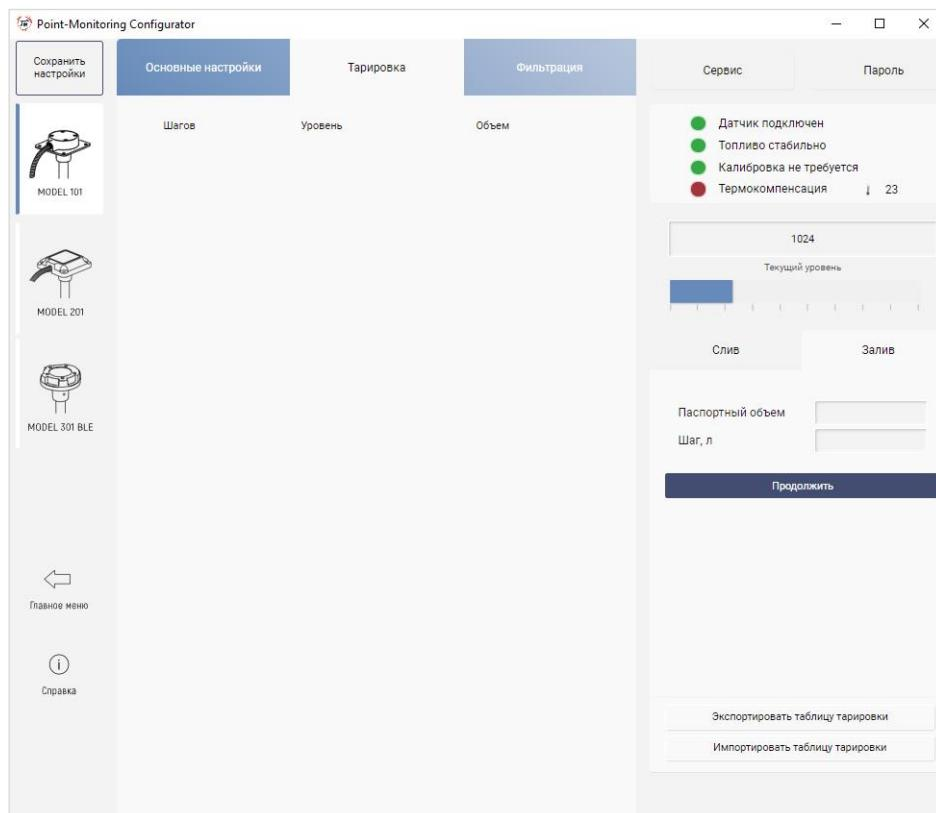

Рис.33 – Окно программы с открытой вкладкой «Тарировка»
- 2) Перейдите во вкладку «Залив». Раздел тарировки примет вид, показанный на Рис.33.